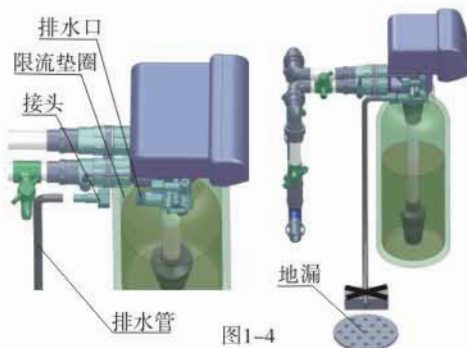

图1-4
- 当控制阀为时间型时, 无上述步骤②和步骤③。
⑤安装排水管路
- A、如图1-4所示, 将排水软管插入排水接头;
- d、将排水软管如图1-4所示固定好。
- 绝对不能把排水管与下水道相连, 须在二者之间留有一定的空隙 (如图1-4), 以防污水被虹吸到水处理器中。
⑥安装吸盐管路